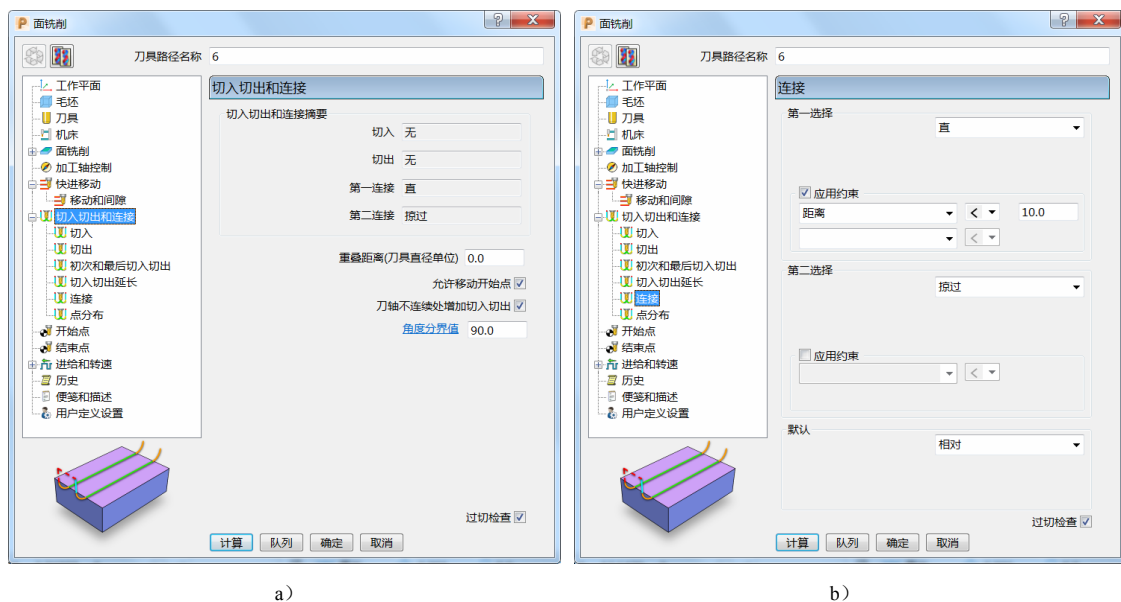

图 4-53
6) 切入切出和连接：切入“无”，切出“无”，第一连接“直”，第二连接“掠过”，重叠距离（刀具直径单位）“0.0”，勾选“允许移动开始点”及“刀轴不连续处增加切入切出”，角度分界值“90.0”。(图 4-53)